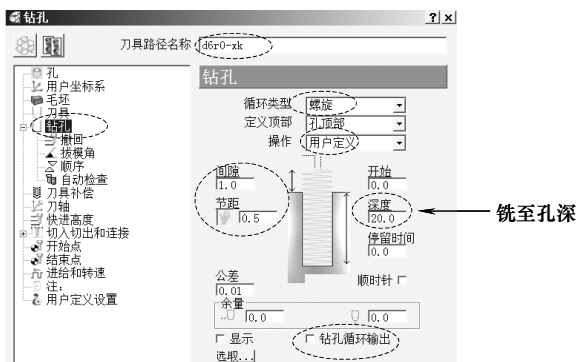

图 3-86 设置铣孔参数
4) 计算铣孔刀路：在 PowerMILL “综合”工具栏中，单击“刀具路径策略”按钮，打开“策略选取器”表格，选择“钻孔”选项，在该选项卡中选择“钻孔”，单击“接受”按钮，打开“钻孔”表格，按图 3-86 所示设置参数。